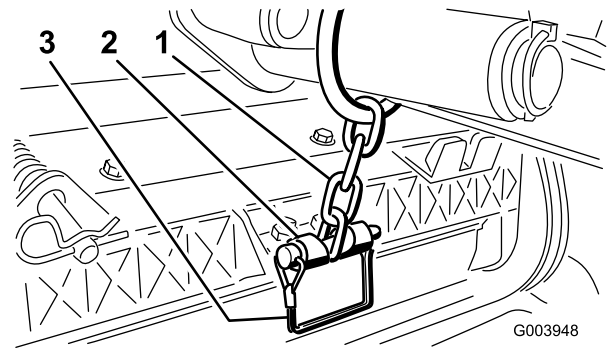

**Figure 16**
- A. Retirez la goupille à anneau et la rondelle qui fixent l'axe de pivot du bras de relevage au bras de relevage, et sortez l'axe de pivot du bras de relevage (Figure 16).
- C. Insérez l'axe du bras de relevage dans le bras de relevage et fixez-le à l'aide de la rondelle et de la goupille à anneau (Figure 16).